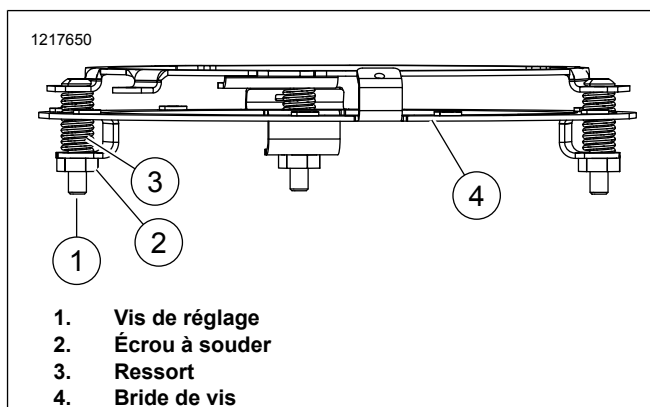

Figure 1. Configurations avec anneau de fixation (typique)
2. Voir la Figure 1. Pour toutes les configurations avec bagues de montage, réglez le jeu initial à l'arrière du phare en tournant les trois vis d'ajustement (1) jusqu'à ce que environ 3/8 po des ressorts (3) soit visible au-dessus de la bride de la vis (4) de l'assemblage. Veillez à ce que les filets de l'écrou à souder (2) soient pleinement engagés dans les vis d'ajustement (1) avant et après l'installation et l'ajustement du phare.